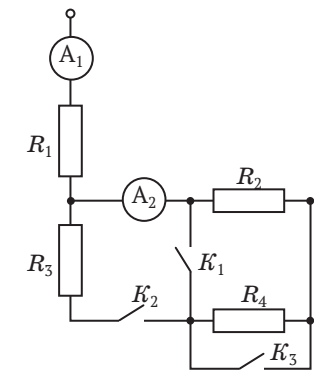

Fig. 3
7. Rezistențele tuturor rezistoarelor pe porțiunea unui circuit electric (fig. 3) sunt aceleași și sunt egale cu 5 Ohm. La porțiunea de circuit este aplicată o tensiune constantă. Care cheie trebuie închisă, pentru ca indicația aparatului A_2 să fie mai joasă decât indicația aparatului A_1 ? Ce valoare a intensității curentului va indica aparatul A_1 , dacă se va închide cheia K_1 ? Se știe, că aparatul A_2 indică 300 mA, dacă toate cheile sunt deschise.